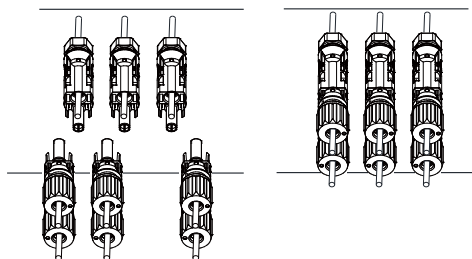

Abbildung 5.6 DC-Eingangsanschluss
d) Stecken Sie schließlich die PV-Stecker in die positiven und negativen PV-Eingänge des Wechselrichters, wie in Abbildung 5.6 gezeigt.